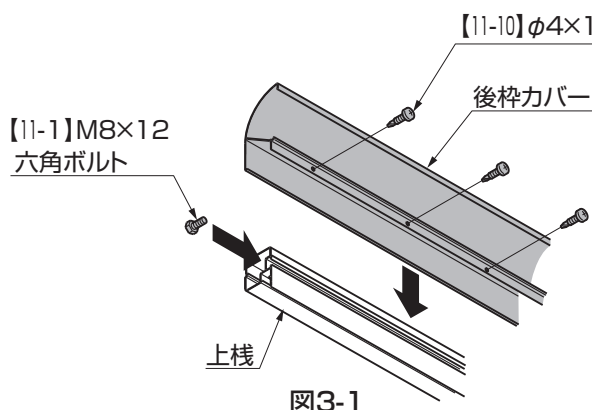

図3-1
- ①上棧に後枠カバーを組み【11-10】で取付けてください。(図3-1参照)
②上棧に、柱・補助柱の本数だけ、【11-1】を差込んでください。(図3-1参照)